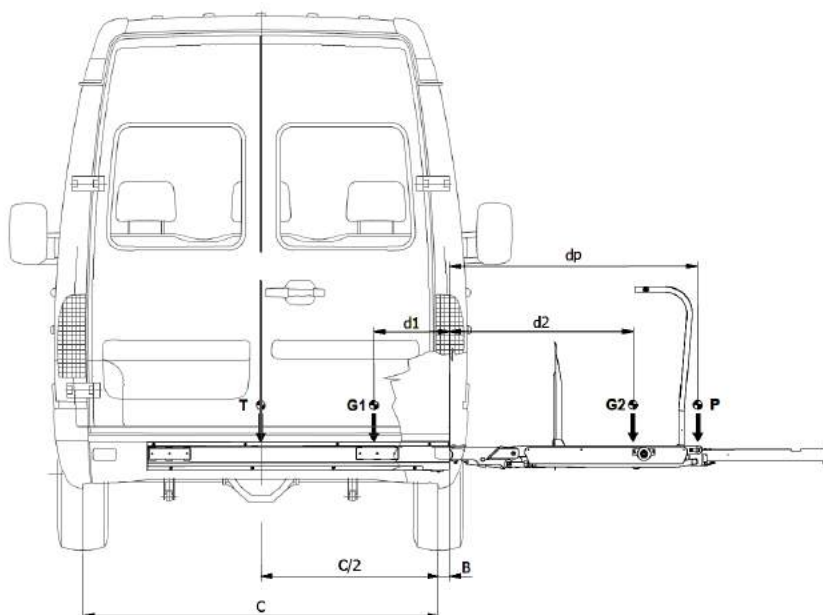

Fig. 3
- Facendo riferimento a **Fig. 3**, ricavare, da **Tabella 1** i dati significativi del sollevatore da installare; di seguito è riportata una descrizione sintetica di tali dati:
- Get from **Table 1** using **Fig. 3** as reference, data of the lift to install, find following a synthetic description of these data: